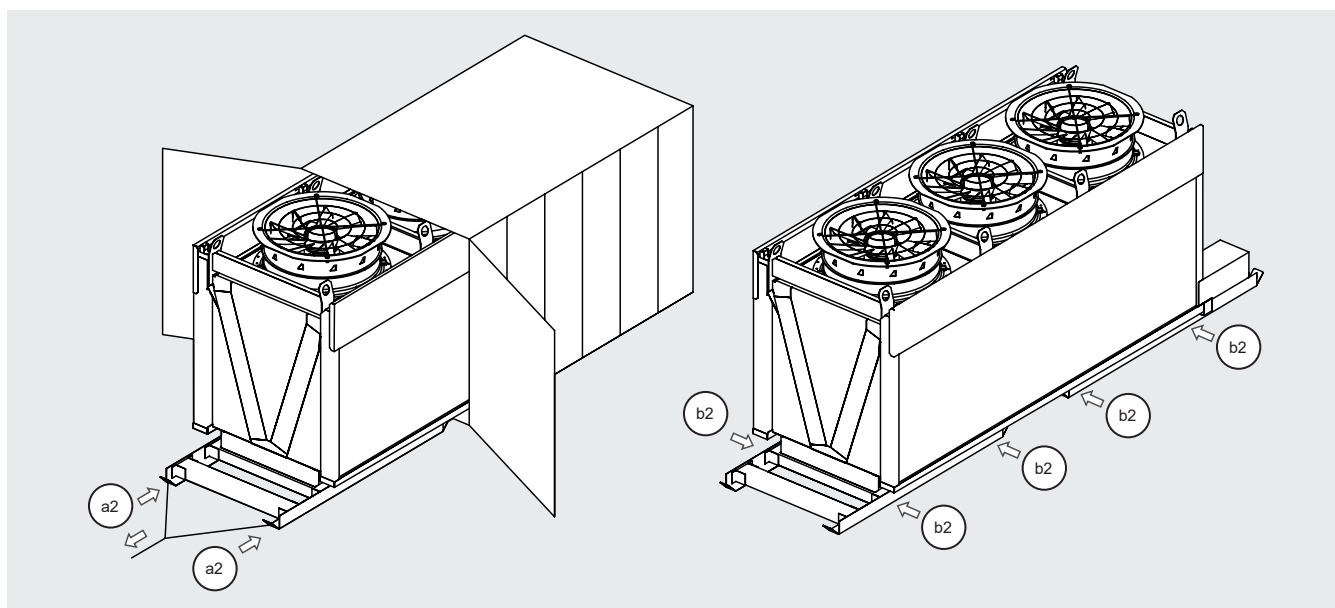

Figura 6
- 5.4 Nel caso in cui il modello sia trasportato in container, utilizzare i due golfari (a2) per estrarre il modello. Tirare lentamente senza strappi. Utilizzare un carrello elevatore (posizionato lateralmente) o un sistema equivalente per trascinare il modello fuori dal container. Svitare i bulloni (b2) per liberare la slitta. V. Figura 6.